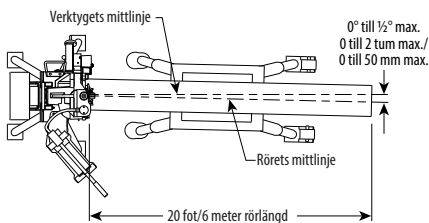

BILD 2: SPÅRNINGSVINKEL
2. Håll röret rakt och vinkelrätt till den nedre rullens fläns. Röret kan justeras upp till $\frac{1}{2}$ från mittpunkten om den inledande uppställningen inte ger en tillräcklig spårning (se bild 2). När uppflänsningen är för stor ska en spårning från höger till vänster hållas på det minimala.
6. Placera rörstativet ungefär 0 till $\frac{1}{2}$ till vänster för spårningsvinkeln. Se bild 2.